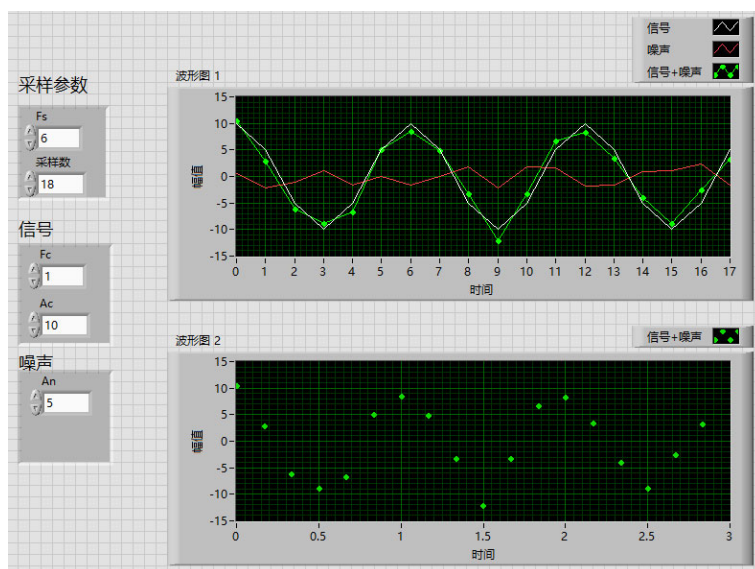

图 1-43  $f_s = 6f_c$ 时绘制 3 个周期的波形
- (1) 前面板的布局完全按照图 1-43 设计，并得到 $f_s = 6f_c$ 和 $f_s = 1000f_c$ 时的对比波形（绘制 3 个周期），在上交的程序代码中，将 $f_s = 6f_c$ 的参数设为面板参数默认值。
- (2) 理解在仿真实验中采样率与信号频率的关系。